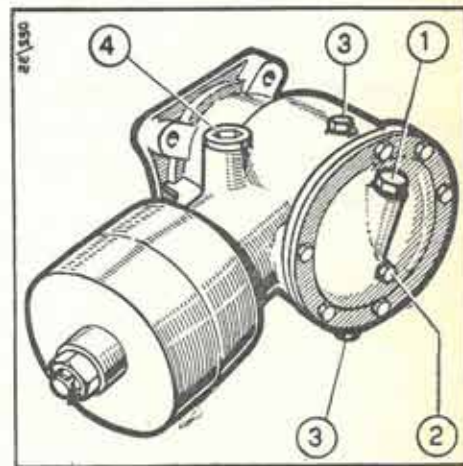

Fig. 29 - PULEGGIA AUSILIARIA
## II - PULEGGIA AUSILIARIA (Fig. 29)
**LUBRIFICAZIONE** (Fig. 29) — Svitare il tappo 1) e versare nella scatola